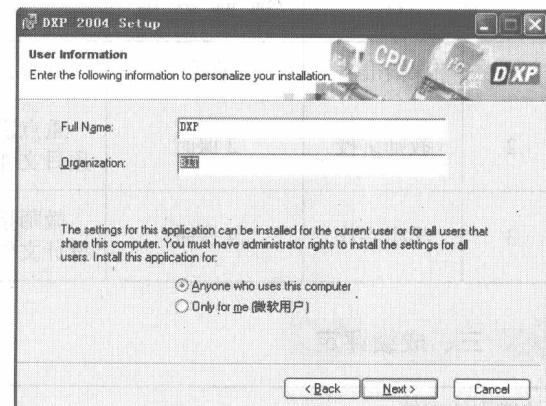

图 1-4 用户信息对话框
(3) 单击 **Next >** 按钮，将出现用户信息对话框，如图 1-4 所示。在该对话框中的 Full Name 文本框中输入用户名；在 Organization 文本框中输入公司名。